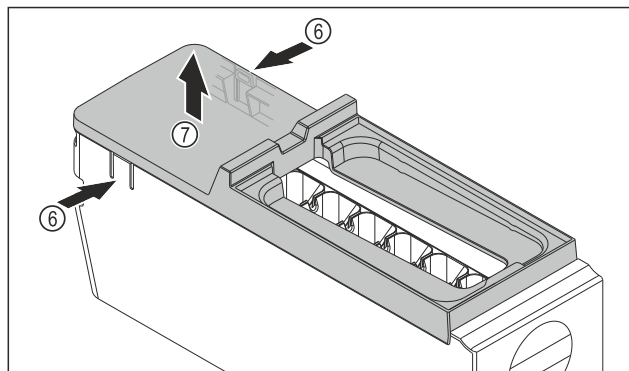

Fig. 75
- ▶ Rimuovere la copertura del corpo dell'EasyTwist-Ice: Con una mano, premere le linguette Fig. 75 (6) su entrambi i lati del corpo dell'EasyTwist-Ice.
- ▶ Con l'altra mano, estrarre verso l'alto la copertura Fig. 75 (7).